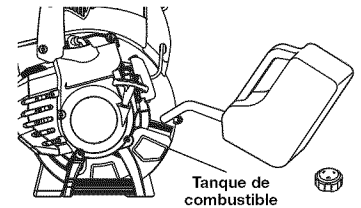

Fig. 7
Esta unidad se suministra con una botella de 2.03 onzas fluidas (60 ml) de aceite SAE 30 SF, SG, SH (Fig. 7).
- Quite la tapa del tanque de combustible (Fig. 7).